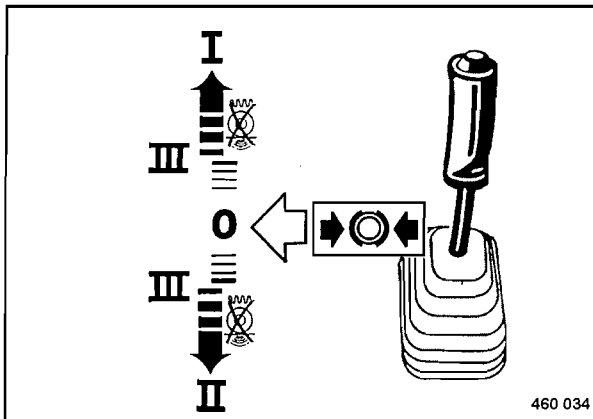

Fig. 49
- Desbloquear la palanca de marcha (Fig. 49) de la posición de frenado desplazándola lentamente en la deseada dirección de marcha pasando por "0".